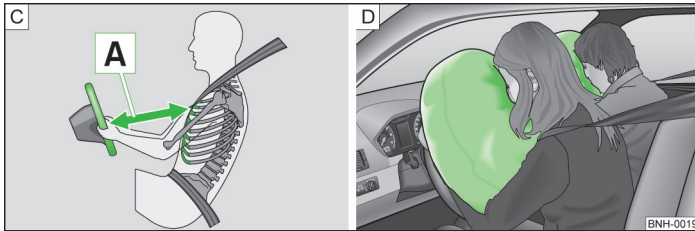

Abb. 166 Sicherer Abstand zum Lenkrad / gasgefüllte Airbags
Werden die Airbags ausgelöst, entfalten sich diese vor dem Fahrer und Beifahrer » Abb. 166 - D. Beim Eintauchen in den voll aufgeblasenen Airbag wird die Vorwärtsbewegung des Fahrers und Beifahrers gedämpft und das Verletzungsrisiko für Kopf und Oberkörper reduziert.
- Für den Fahrer und Beifahrer ist es wichtig, einen Abstand von mindestens 25 cm zum Lenkrad bzw. zur Schalttafel einzuhalten A » Abb. 166. Wenn Sie den Mindestabstand nicht einhalten, kann Sie das Airbag-System nicht schützen - Lebensgefahr! Außerdem müssen die Vordersitze und die Kopfstützen immer der Körpergröße entsprechend richtig eingestellt sein.